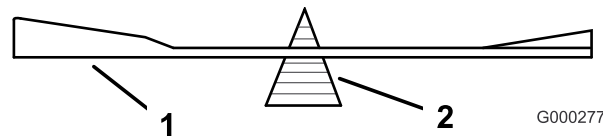
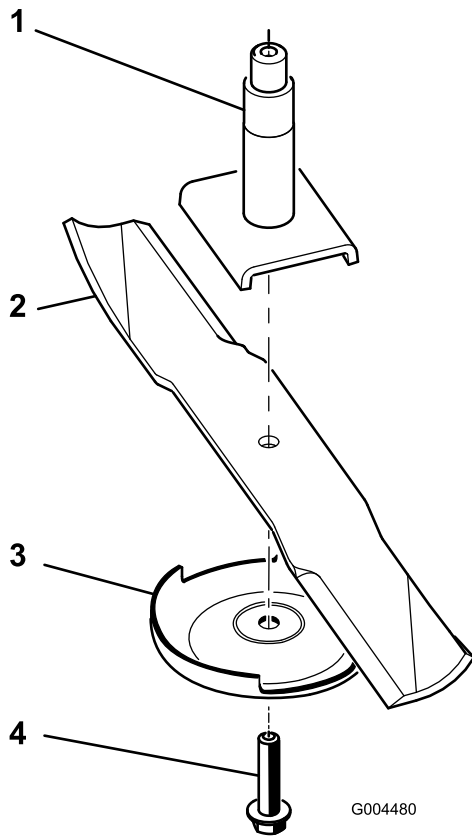

図 68
図 69
2. スピンドルのシャフトからブレードボルト、芝削り防止プレート、ブレードを取り外す図 69。
2. ブレード balancer 図 68 を使ってバランスを調べる。ブレードが水平に停止すればバランスがとれているからそのまま使用してよい。もし傾くようなら、重い方の裏面を少し削って調整する図 69。バランスがとれるまで調整する。
1. スピンドルシャフトにブレードを取り付ける(図 69)。
- 芝刈り防止プレートとブレードボルトを取り付ける図 69。